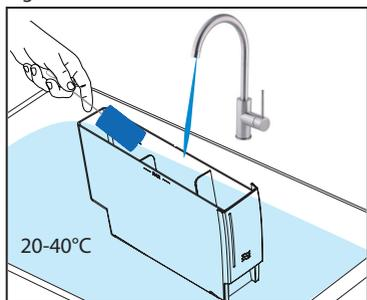

Fig. 2
2. Lavare il serbatoio dell'acqua con acqua pulita a 20-40 °C. Se necessario può essere utilizzato un detergente adatto per alimenti. (Vedere la fig. 2)